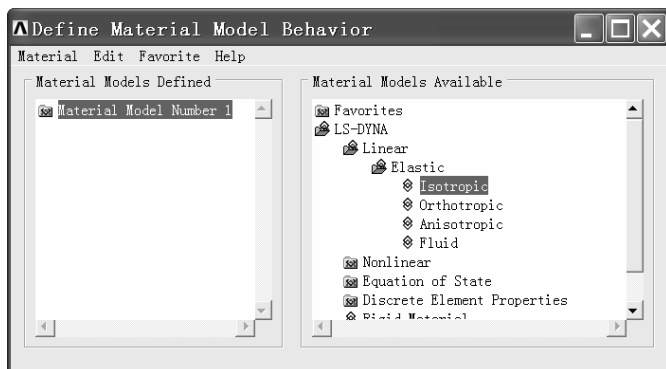
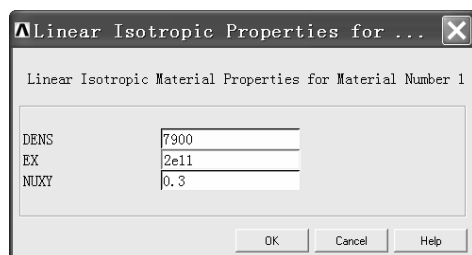

图 3-16 “Define Material Model Behavior” 窗口
图 3-17 “Linear Isotropic Properties for...” 窗口
- (4) 在“Library of Element Types”窗口的左方框中选中“LS-DYNA Explicit”, 在右方框中选中“3D Solid 164”, 再单击“OK”按钮返回“Element Types”窗口, 单击“Element Types”窗口中的“Close”按钮。
- (5) 依次选择 Main Menu>Preprocessor>Material Props>Material Models, 弹出“Define Material Model Behavior”窗口 (见图 3-16)。单击窗口右方框中的“LS-DYNA”→“Linear”→“Elastic”→“Isotropic”, 弹出“Linear Isotropic Properties for...”窗口 (见图 3-17)。
- (6) 在“Linear Isotropic Properties for...”窗口中“DENS”后的方框内输入 7900, 在“EX”后的方框内输入 2×10^{11} , 在“NUXY”后的方框中输入“0.3”。以上输入表示: 材料的密度为 7900 kg/m^3 , 杨氏模量为 $2 \times 10^{11} \text{ Pa}$, 泊松比为 0.3。再单击“OK”按钮返回到“Define Material Model Behavior”窗口, 单击该窗口右上角的叉号关闭该窗口。